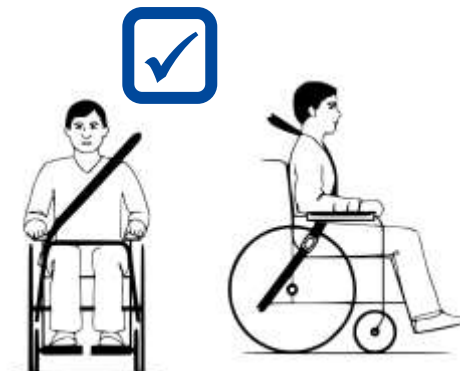

Figure 4 Bonne position des retenues de la ceinture
10. Assurez-vous que les retenues de la ceinture épaulière reposent bien sur les épaules de l'utilisateur, voir la figure 4.